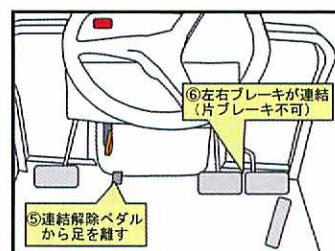

図 4 片ブレーキ操作の終了
3) 連結解除ペダルおよびブレーキペダルを元の位置に戻すと左右のブレーキが自動で連結されます（図 4）。連結解除ペダルから足を離しても、片ブレーキを踏んだままだと、片ブレーキ状態は続きます。